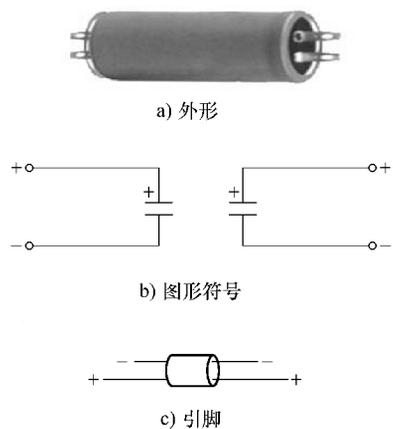

图 4-25 四端组合式电解电容
2) 四端组合式电解电容：外形和图形符号如图 4-25 所示。其内部的两只电容相互独立，自身的等效电阻及等效电感都较小，高频特性优良，主要应用于变频洗衣机中。